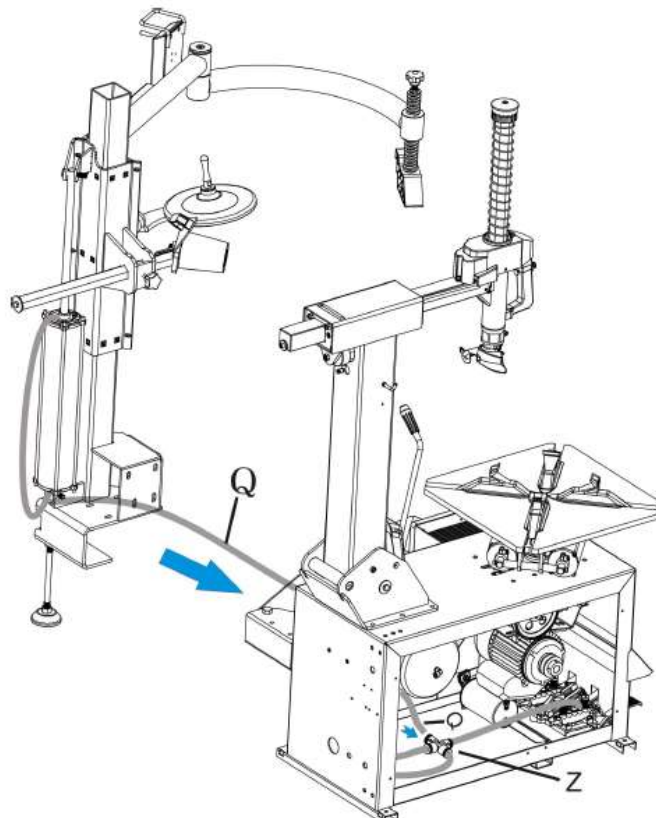

Abb. 19
- Wie in der Abb. 19 zu sehen, verbinden Sie Druckluftschlauch Q mit dem Vier-Wege-Verbindungsstück Z, ziehen Sie hierzu das Schlauch durch das Öffnungsloch in der Gehäusewand. Befestigen Sie anschließend wieder die Seitenwand!